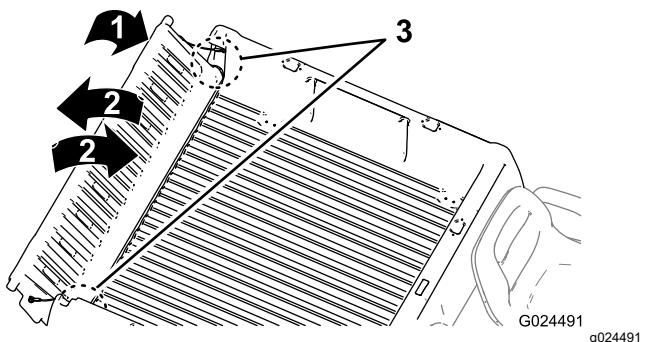

Figure 17
2. Faites pivoter le hayon à environ 45° (Figure 17).
3. Faites pivoter le hayon d'avant en arrière en l'agitant légèrement quelques secondes (Figure 17).